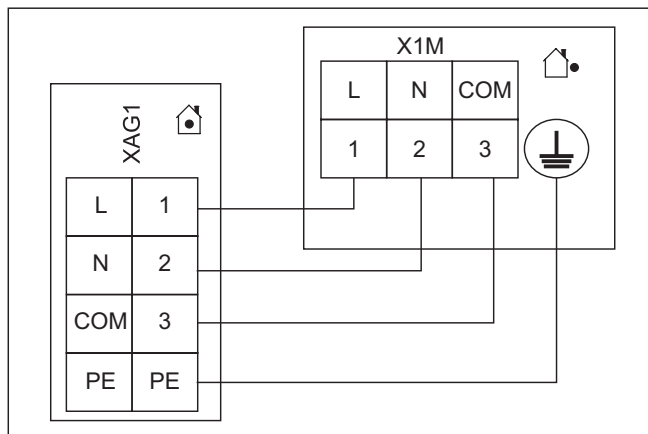

Bild 74-35 Anslutning värmepumpsutomhusenhet
- 2 Anslut värmepumpens utomhusenhet till plinten XAG1 (se Bild 74-35).